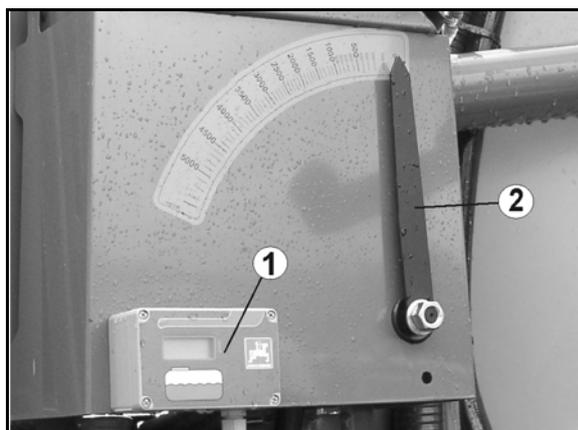

Fig. 53
- Béquille abaissée (Fig. 53) lorsque la machine est dételée.